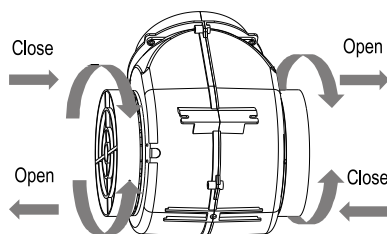

Рисунок 12
- Для отсоединения угольного фильтра, следует сначала снять жирособиравший фильтр. См. рисунок 12.